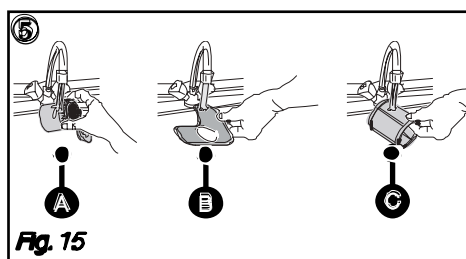

Fig. 15
- ② Desapertar de um quarto de volta o filtro de resíduos e de seguida retirá-lo Ⓐ.
- ③ Tirar o filtro principal Ⓑ.
- ④ Tirar o crivo micro filtro Ⓒ.
- ⑤ Passar cuidadosamente os filtros Ⓐ, Ⓑ e Ⓒ por água da torneira. (Fig. 15)